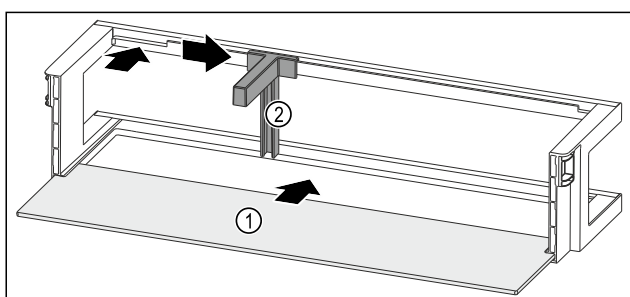

Fig. 67 Türabsteller mit Abstellfläche
- Abstellfläche Fig. 67 (1) in die seitlichen Aussparungen einschieben.
- Flaschenhalter Fig. 67 (2) in die Aussparung einsetzen.
- Flaschenhalter Fig. 67 (2) in gewünschte Position zur Seite schieben.